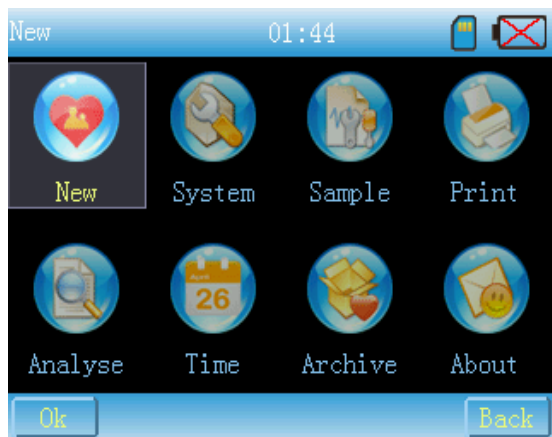

Fig. 13-2-4
- 4  Cliquez sur cette icône ou appuyez sur la touche du menu pour accéder au menu principal, comme à la Fig.13-2-4.